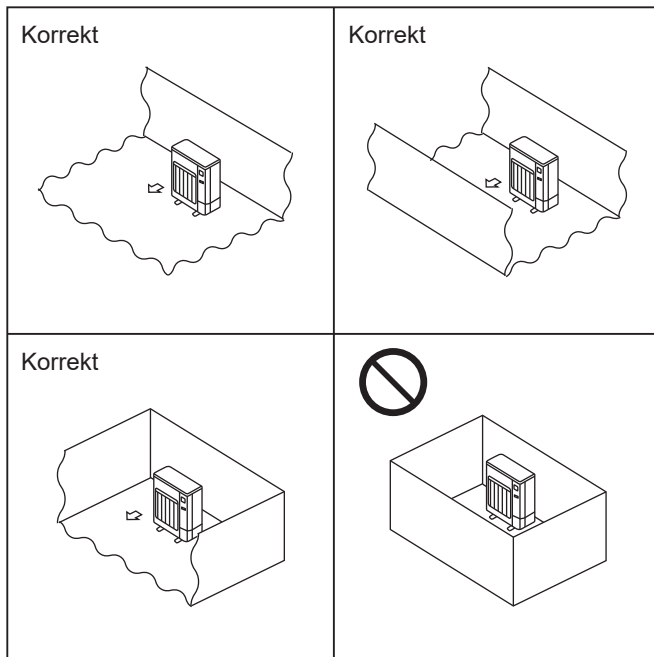

Fig. 2-2
- Monter utendørsenheter på et sted der minst én av fire sider er åpne, og i et tilstrekkelig stort område uten fordypninger. (Fig. 2-2)